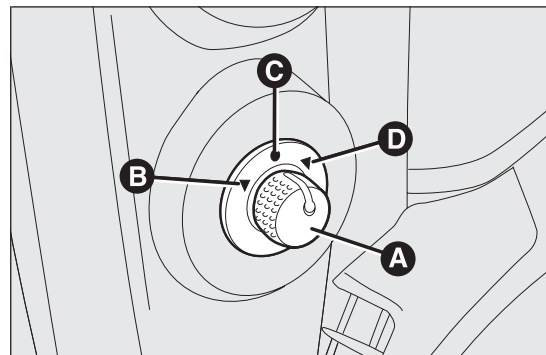

fig. 29
- seleccionar con la desviador A fig. 29 el espejo deseado (derecho o izquierdo);